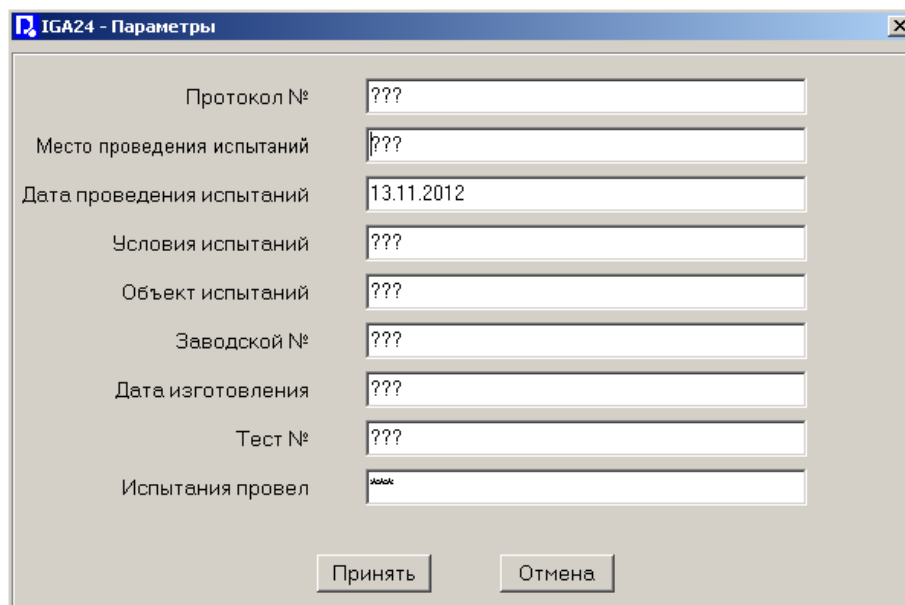

Рисунок 14
7.11.3.1 «**Параметры**» - открывает окно для ввода параметров (см. рисунок 14)